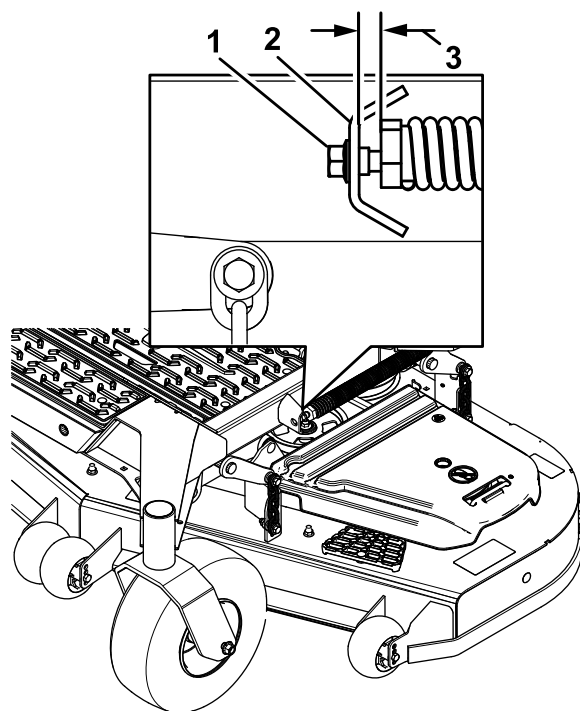

Figura 87
10. Afloje lentamente el tornillo de ajuste del muelle de elevación asistida hasta que pueda retirar el tornillo (Figura 87).